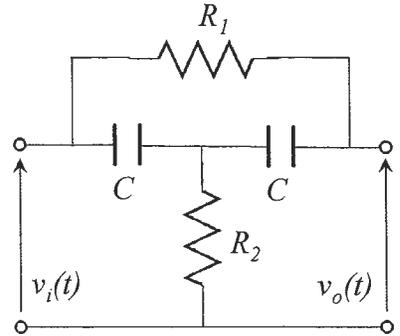

Fig.7-3
- (2) Fig.7-3に示す電気回路(electric circuit)の入出力関係に関して時間領域(in the time domain)における微分方程式(differential equation)を導出せよ。さらに、入力 $v_i(s)$ に単位ステップ入力を加えた際の出力の応答 $v_o(s)$ を求めよ(unit step response)。なお、 R_i は抵抗(resistor)($i=1\sim 2$)、 C はコンデンサ(capacitor)を表す。